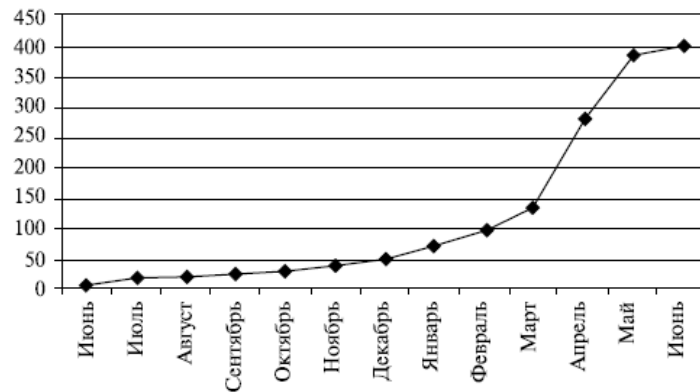

Рис. 12.2. Графічне зображення базового плану вартості
*Крок 6.* Графічне зображення базового плану вартості (рис. 12.2).